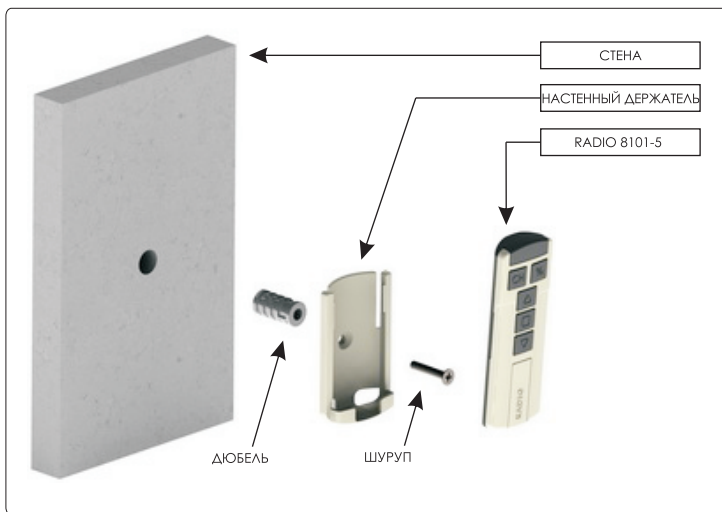

Рисунок 4 Монтаж устройства Radio 8101-5
- прикрепить настенный держатель шурупом к стене (см. рисунок 4);